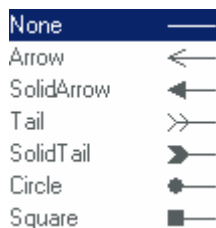

图 2.112 “Start Line Shape”下拉列表
(1) 在主菜单中选择“Place”->“Drawing Tools”->“Line”命令, 或者单击“Utilities”工具栏中的绘图工具按钮, 在弹出的绘图工具栏中选择直线工具按钮.
(2) 单击“Tab”键, 打开“PolyLine”对话框。
(3) 单击“PolyLine”对话框中的“Start Line Shape”右侧的文字, 弹出如图 2.112 所示的下拉列表。